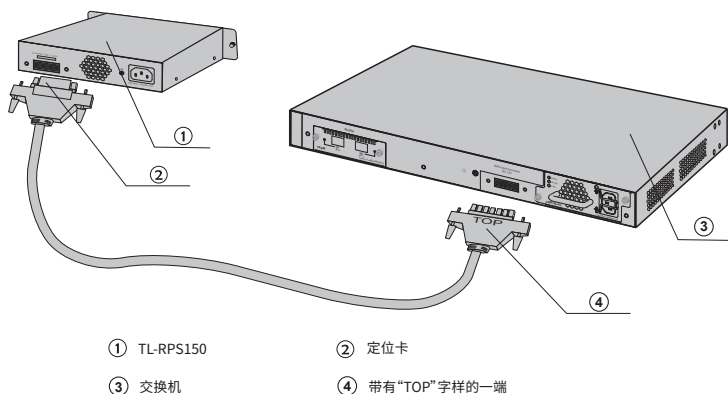

图3-3 连接交换机
3. 使用TL-RPS150中配送的直流电源线连接交换机和TL-RPS150。如图3-3所示，直流电源线的其中一端插头上标有“TOP”字样，另一端插头上则带有一个定位卡片。请将标有字母“TOP”的一端插到交换机的RPS输入接口，而带有定位卡片的一端插入TL-RPS150的直流输出接口。操作时应注意将两端插头中带字母“TOP”和带定位卡片的一面朝上。